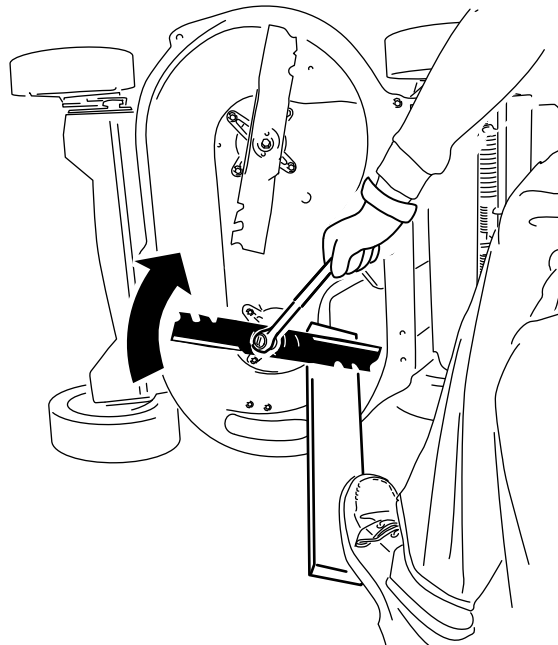

Bild 31
2. Halten Sie jedes Messer mit einem Brett fest und drehen Sie die Messerschraube mit einem Drehmomentschlüssel nach rechts, wie in Bild 31 dargestellt. Ziehen Sie die Messerschraube auf ein Drehmoment von **82 N·m** an.